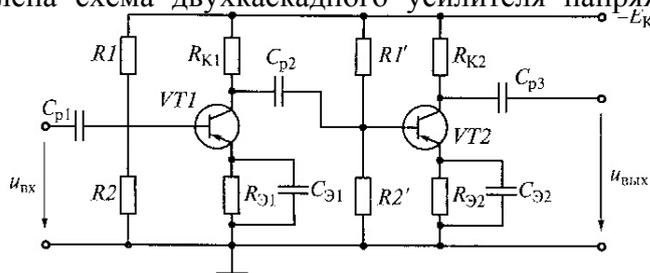

Рис. 6. Двухкаскадный усилитель напряжения
26. На рис. 6 представлена схема двухкаскадного усилителя напряжения с резистивно-емкостной связью.
27. На рис. 7 показан график амплитудно-частотной характеристики $K_U = U_{вых} / U_{вх}$ (при постоянном входном напряжении) двухкаскадного усилителя с RC-связями (рис. 6).
28. На рис. 7 показан график амплитудно-частотной характеристики $K_U = U_{\text{ВЫХ}} / U_{\text{ВХ}}$ (при постоянном входном напряжении) двухкаскадного усилителя с RC-связями (рис. 6). Почему уменьшается коэффициент усиления K_U в области высоких частот? (Указать неправильный ответ.)